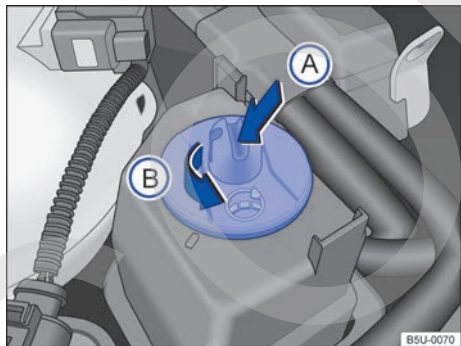

Fig. 117 En el compartimento del motor: tanque del fluido de la dirección hidráulica.
- Con el auxilio de una llave con hendiduras ⇒ **fig. 117 A** (flecha), girar la tapa del tanque ⇒ **fig. 117 B** en el sentido de la flecha.